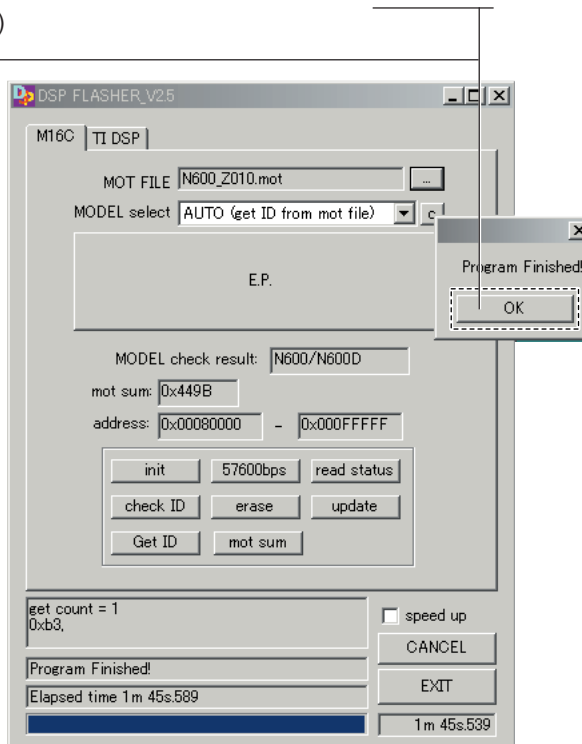

Fig. 5
8. After writing downloading successfully, the "Program Finished" is displayed. Press the [OK] button. (Fig. 5)
8. 書き込み完了後、“Program Finished”が表示されます。[OK]ボタンを押します。(Fig. 5)